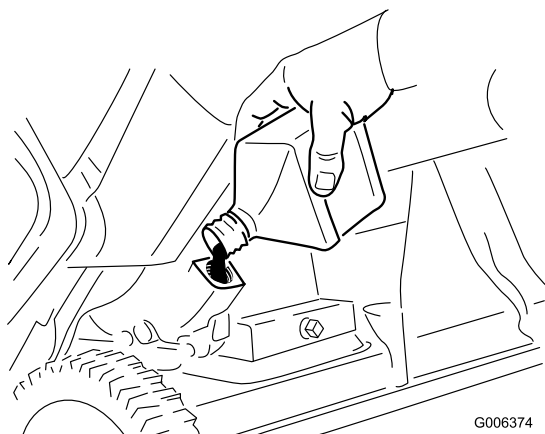

Figure 32
8. La machine étant en position de fonctionnement, versez **lentement** de l'huile dans l'orifice de remplissage. Patientez 3 minutes, puis ajoutez de l'huile jusqu'à ce qu'elle déborde (Figure 32).